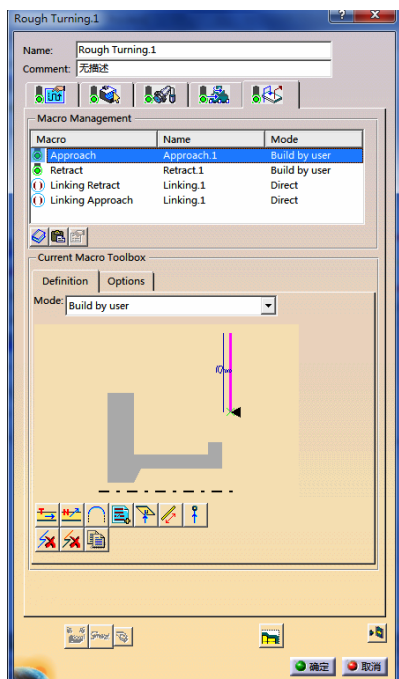

图 6-23 设置 “Approach” 参数（1）
- 在“Macro Management”区域的列表框中选择“Approach”，单击鼠标右键，在弹出的快捷菜单中选择 Activate 命令，在“mode”下拉列表中选择“Build by user”，然后单击 Remove all motion 按钮和 Add Horizontal motion 按钮，设置“Approach”参数（1）如图 6-23 所示。